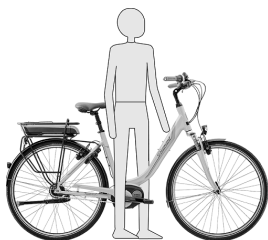

Figura 1.1: Altezza corretta.
- Per una bicicletta standard dovrebbero esserci almeno 25mm (1in) di distanza tra te e il tubo orizzontale dritto quando ti trovi a cavallo (Figura 1.1)